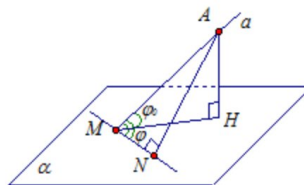

Рис. 3
**Определение.** Углом между прямой и плоскостью, пересекающей эту прямую и не перпендикулярную к ней, называется угол между прямой и ее проекцией на плоскость. Рассмотрим плоскость  $\alpha$  и прямую  $a = AM$ ,  $AH$  – перпендикуляр,  $MH$  – проекция прямой  $AM$  на плоскость  $\alpha$  (рис. 3). Угол между прямой  $AM$  и плоскостью  $\alpha$  – это угол между прямой  $AM$  и ее проекцией  $MH$ , т. е. угол  $HMA = \varphi_0$ . Обозначение:  $\angle(AM; \alpha) = \angle(AM; MH) = \angle(AMH) = \angle \varphi_0$
<p>Рис. 3</p> <p>Свойство угла между прямой и плоскостью. Пусть прямая <math>MA</math> проходит через точку <math>M</math> на плоскости <math>\alpha</math> и образует с этой плоскостью угол <math>\varphi_0 \neq 90^\circ</math>. Угол <math>\varphi_0</math> является наименьшим из всех углов, которые прямая <math>MA</math> образует с прямыми, проведенными в плоскости <math>\alpha</math> через точку <math>M</math>. Если прямая перпендикулярна плоскости, то угол между прямой и плоскостью считается равным <math>90^\circ</math>. Прямая <math>a</math> перпендикулярна плоскости <math>\alpha</math> (рис. 4), тогда <math>\angle(a; \alpha) = 90^\circ</math>.</p>  <p>Рис. 4</p>